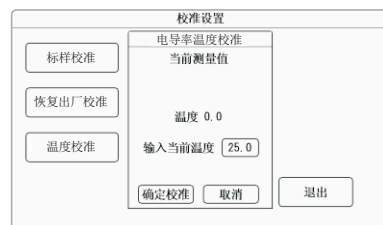

图2-50
- ◆ 温度校准：传感器置于空气中或者溶液中，点击进入如图2-50温度校准界面后，点击输入当前温度后面的数值输入温度校准值，待温度读数稳定后，按【确定校准】键执行pH温度校准，按【退出】键返回上级菜单。